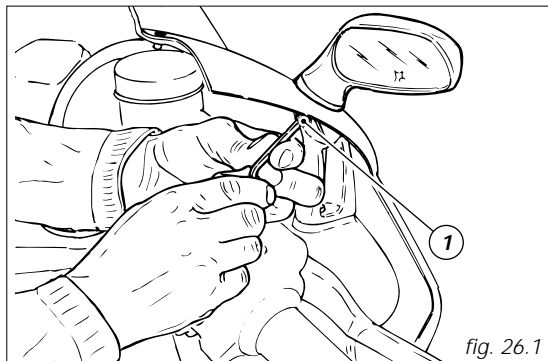

fig. 26.1
Dévissez la vis centrale (1, fig. 26.1) de fixation des rétroviseurs et décrochez les supports de la bulle. Dévissez les deux vis (2) de fixation au support de phare et décrochez les quatre attaches (3) d'union des demi-carénages.